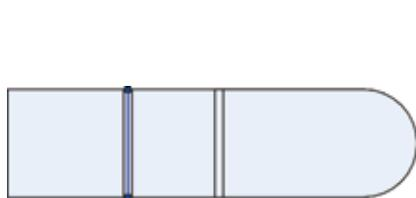

图 5.103 折弯中心线
- (折弯中心线) 单选项: 选取该选项时, 创建的折弯区域将均匀地分布在折弯线两侧, 如图 5.103 所示。